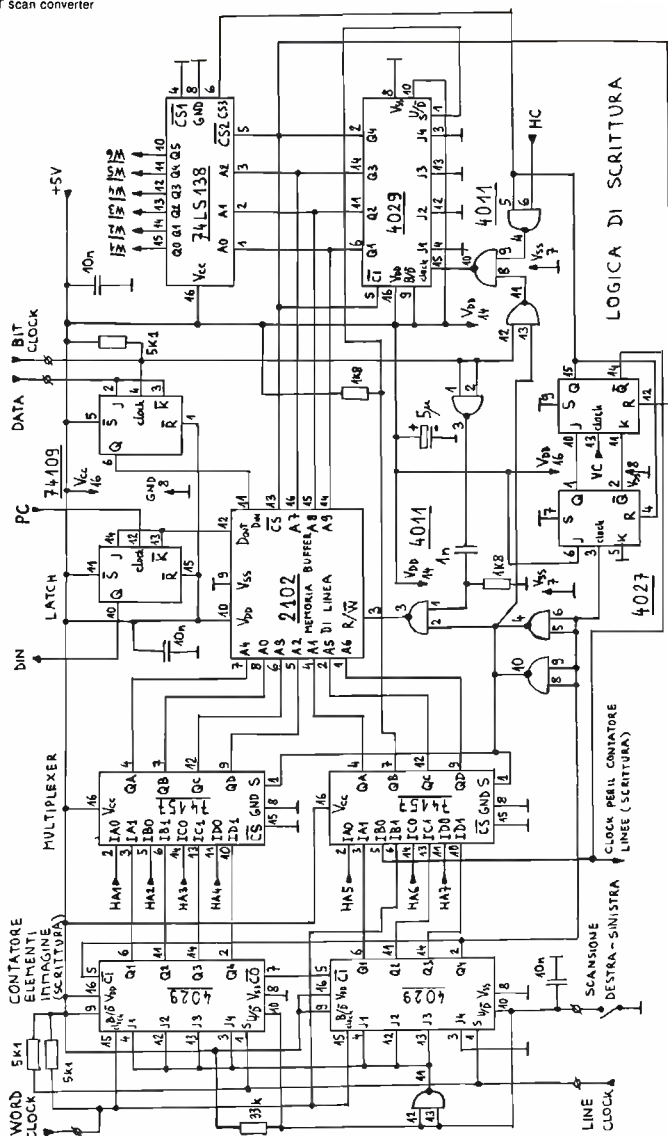
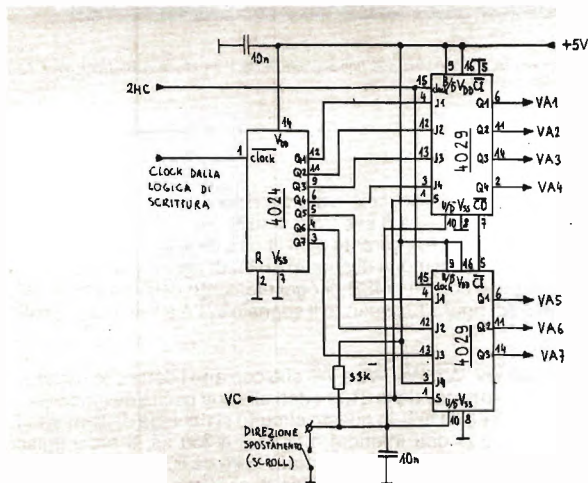

figura 10
figura 11
I segnali provenienti dall'interfaccia APT: data, bit-clock, word-clock e line-clock, contengono tutte le informazioni necessarie: dove e cosa scrivere nella memoria principale di quadro. Poiché era relativamente difficile scrivere direttamente nella memoria di quadro senza disturbare la lettura e quindi l'immagine riprodotta sul TV monitor, ho impiegato una memoria buffer di linea. L'informazione di una linea viene prima scritta in questa memoria ausiliaria e poi, al momento opportuno, durante la ritraccia verticale TV, occorre copiare questa informazione nella memoria principale di quadro. La logica di scrittura (vedi figura 10) viene resettata dal livello alto del line clock.
Il ciclo di scrittura inizia con il livello alto del line-clock, che dà il preset al contatore degli elementi d'immagine di scrittura, composto dai due 4029 connessi in cascata. L'uscita Q4 del secondo 4029 va a zero. Questa uscita comanda, tramite un buffer, il multiplexer (i due 74157) e quando è a zero logico, il multiplexer trasferisce il contenuto del contatore degli elementi d'immagine di scrittura agli address della 2102, inoltre abilita il conteggio di questo contatore (C1 del primo 4029 è collegato a Q4 del secondo 4029). Il word-clock dà il reset al 4029 contatore dei bit (a destra su figura 10). I dati, provenienti dall'interfaccia APT in for-
Quando il circuito viene impiegato assieme all'interfaccia APT, il contatore dei bit 4029 riceve l'impulso del reset esattamente quando dovrebbe raggiungere lo stato «8». La logica descritta può però tornare molto utile in altri impieghi, per esempio HRPT. L'impulso di word-clock fa anche avanzare il contatore degli elementi d'immagine, perciò i nuovi dati della nuova parola (nuovo elemento dell'immagine) saranno scritti in nuove locazioni della memoria 2102. Dopo 128 impulsi di word-clock la memoria buffer è piena e il suo contenuto può essere copiato nella memoria principale. L'uscita Q4 del secondo 4029 del contatore degli elementi d'immagine va a 1 logico e ferma il contatore in questo stato. Il multiplexer collega gli address della 2102 in parallelo agli address orizzontali (HA1 ÷ HA7) della memoria di quadro. Viene inoltre disabilitata la scrittura nella 2102. Il doppio flipflop 4027 sincronizza la trascrizione dei dati nella memoria di quadro con la ritraccia verticale (di quadro) TV. La prima metà del 4027 (a sinistra su figura 10) riceve l'impulso di clock dall'uscita Q4 del secondo 4029 del contatore degli elementi d'immagine e la sua uscita Q va a livello logico 1. La seconda metà del 4027 copia il contenuto della prima metà quando riceve l'impulso di clock (VC) sincronizzato con la ritraccia verticale TV e dà immediatamente il reset alla prima metà, inoltre fa avanzare il contatore delle linee di scrittura (figura 11) in modo da scrivere in una nuova linea della memoria di quadro.
L'idea mi è venuta osservando il funzionamento dei terminali video alfanumerici dei computer: quando lo schermo è già pieno di testo e si scrive una nuova linea, scompare la linea più in alto e tutte le rimanenti linee del testo si spostano d'una linea in su per dare posto alla nuova linea. Il meccanismo viene chiamato «scroll» e naturalmente è applicabile anche agli scan converters: le nuove linee dell'immagine appaiono (ad esempio) nel fondo dello schermo del TV monitor spostando in su le linee precedenti che alla fine scompaiono in cima. Per spostare le linee già scritte in memoria in su o in giù sullo schermo non è però necessario trascrivere i dati da alcune locazioni della memoria in altre locazioni, basta giocare sugli address in fase di lettura. Il «trucco» è presentato in figura 11. Il 4024 è il contatore delle linee in fase di scrittura, le sue uscite sono collegate ai «preset inputs» dei due 4029, che compongono il contatore delle linee in fase di lettura e forniscono gli address verticali (VA1 + VA7). Supponiamo che l'interruttore «direzione spostamento» sia chiuso, e di conseguenza i due 4029 contino indietro. Supponiamo, anche, che il 4024 abbia raggiunto il numero N. Il clock verticale (VC) presetta i due 4029 al numero N. Quando il VC torna a livello basso, i due 4029 incominciano a contare: N, N-1, N-2, N-3, ... e così via, e al TV monitor vengono inviate le linee nello stesso ordine, N, N-1, N-2, N-3, ... e così via fino alla fine del quadro, quando il VC torna alto e dà di nuovo il preset ai due 4029. Prima che una nuova linea venga iscritta nella memoria di quadro, il contatore 4024 riceve un impulso di clock e il conteggio raggiunge N+1. Poichè l'iscrizione di una nuova linea avviene durante il periodo di ritraccia verticale, quando il VC è alto, i due 4029 sono «forzati» a N+1 e la nuova linea viene iscritta nella locazione N+1. I due 4029 conteranno poi: N+1, N, N-1, N-2, N-3, ... e così via, e al TV monitor verranno inviate le linee nello stesso ordine: N+1, N, N-1, N-2, N-3 ... Notate che adesso è in cima la nuova linea N+1, le linee precedenti sono inviate nello stesso ordine, ma ritardate e perciò spostate in basso sullo schermo.
Un piccolo inconveniente si verifica quando i due 4029 contano avanti: la linea appena scritta si trova in cima, invece di essere al fondo dell'immagine. Tutte le rimanenti linee vengono però spostate nel senso giusto e rappresentate al loro posto giusto. La possibilità d'invertire il senso dello spostamento dell'immagine è utile per non riprodurre immagini «capovolte», visto che vogliamo ricevere sia le orbite nord-sud che le orbite sud-nord dei satelliti. Invertendo il senso dello spostamento è però necessario invertire anche il senso di scrittura nella memoria buffer di linea (vedi figura 10, interruttore «scansione sinistra-destra») per non ricevere immagini «allo specchio».
Il quadro TV generato dal generatore dei sincronismi ha 320 linee. 256 linee sono dedicate al quadro utile, rimangono perciò 64 linee per la ritraccia e i bordi. La memoria di quadro ha soltanto 128 linee, perciò ogni linea viene letta due volte per formare un quadro utile di 256 linee. Il contatore delle linee (in fase di lettura), composto dai due 4029 (vedi figura 11), deve perciò ricevere un clock con il periodo di due linee TV, cioè  $128 \mu\text{s}$  (2 HC). Poichè gli schermi dei TV monitor sono rettangolari, anche il formato del quadro utile è stato scelto rettangolare. Nella scelta delle frequenze di sampling e del line-clock ho tenuto conto del formato del quadro utile in modo che le foto, trasmesse dai satelliti, siano riprodotte senza distorsioni geometriche.